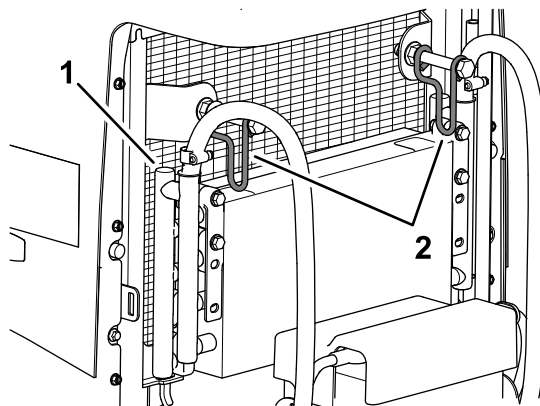

Bild 113
7. Drehen Sie die beiden Verriegelungen des Ölkühlers nach innen und kippen Sie den Ölkühler (Bild 113).